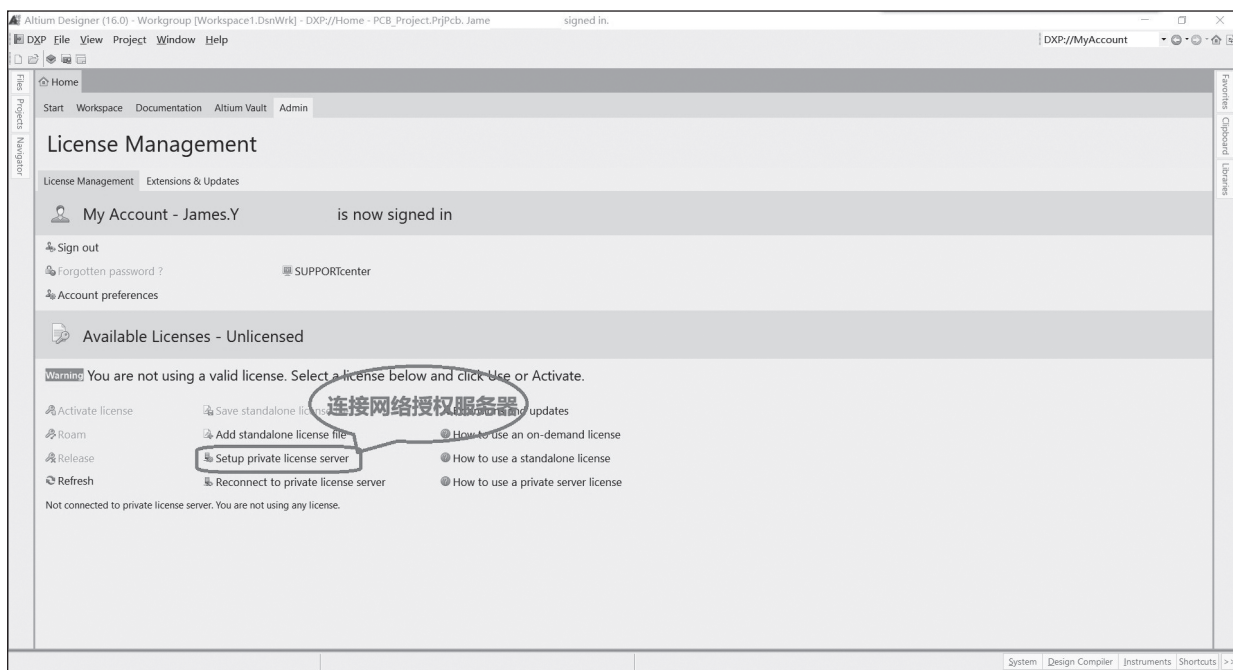
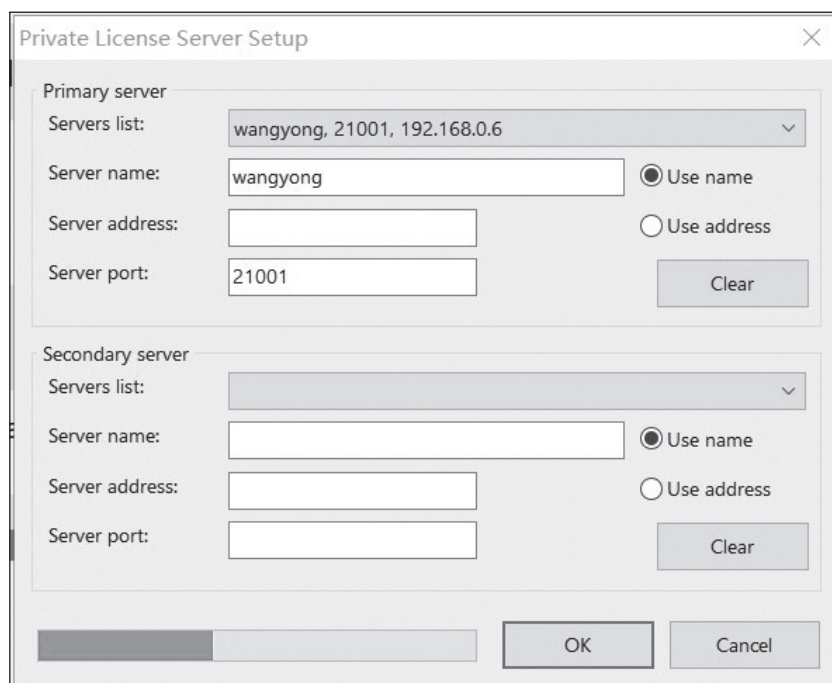

图 1-17 网络授权 Home 界面
图 1-18 网络服务器授权界面
(1) 安装过程与个人安装是一样的，因为机房电脑已经装好，学生不需要再次安装，单击图 1-17 所示授权后，弹出图 1-18 所示界面。